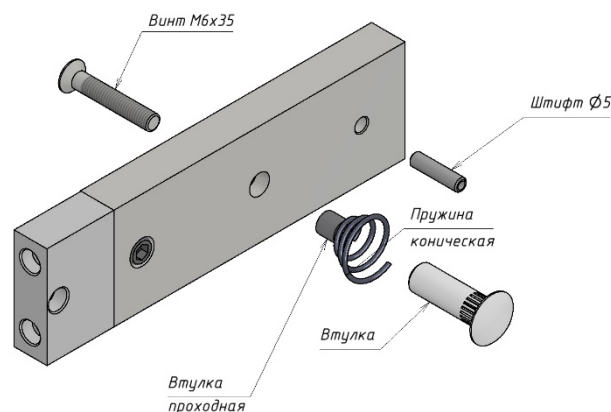

Рисунок 2 - Комплект крепления якоря
- винт М6х16 (потайн.) под ключ S4 (11).....1 шт.
- якорь (12).....1 шт.
- пружина коническая (13) (из комплекта крепления якоря) .....1 шт.
- пластина крепления якоря (14).....1 шт.
- комплект крепления якоря (рисунок 2).....1 шт.
- с помощью комплекта крепления якоря с отверстиями в двери для винта крепления якоря и фиксирующего штифта (рисунок 2);